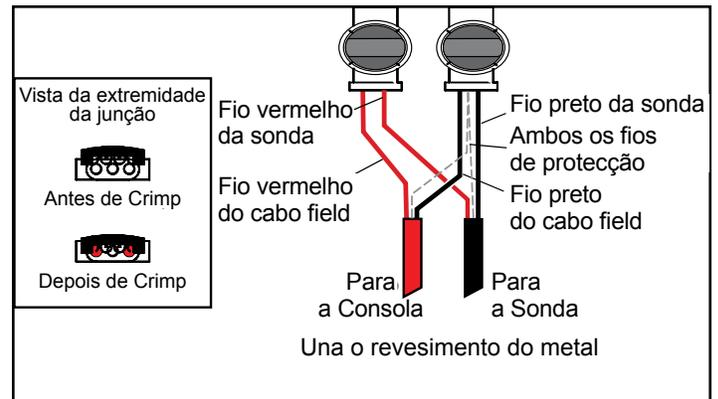

Figura 8: Kit de juntas para cablagem da sonda
1. Verifique cablagem/eléctrica. Certifique-se de que os fios Vermelho, Preto e Protector estão ligados aos terminais correctos da ATG. Deverão existir duas ligações na caixa de junção, (consultar a figura 8).